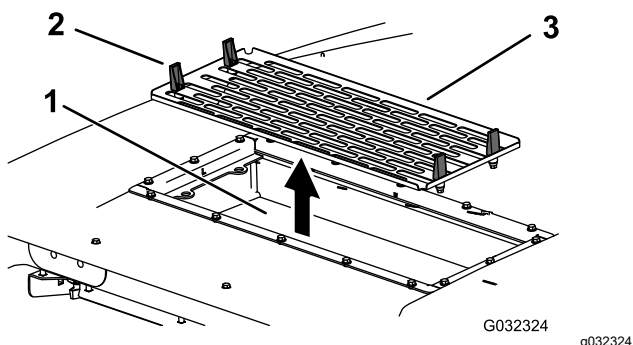

**Figura 118**
6. Installate i filtri dell'aria, la griglia e il gruppo ventola (Figura 116, Figura 118 e Figura 119).
7. Collegate il filo per ciascuna ventola (Figura 118).